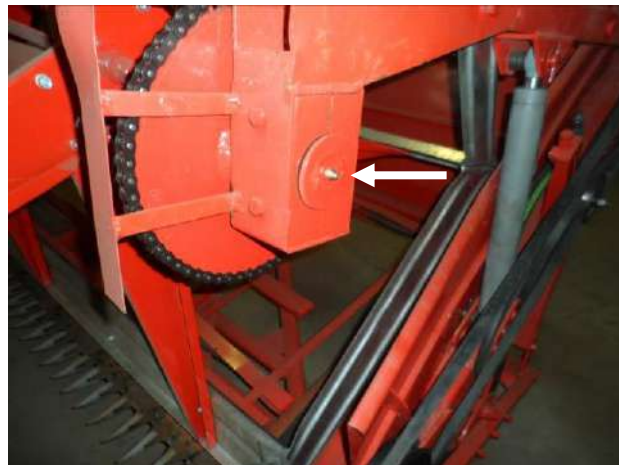

Рисунок 31. Точки смазки жатки
- проведите смазку жатки и тележки в соответствии с таблицей смазки 2 и схемой смазки (рисунок 31).